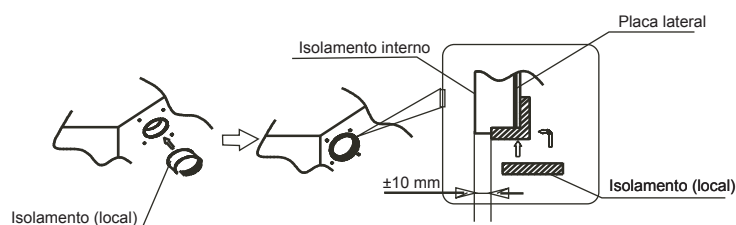

Fig. 5-5
- Garantir que a superfície interior do isolamento está em contacto direto com a extremidade do isolamento interior e a placa lateral. (Consultar fig.5-5)